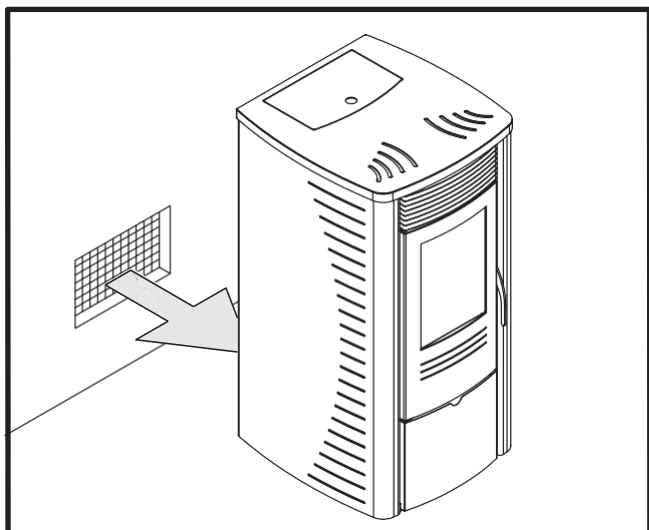

FIG. 4
- Elles doivent être protégées par une grille (fig.4)